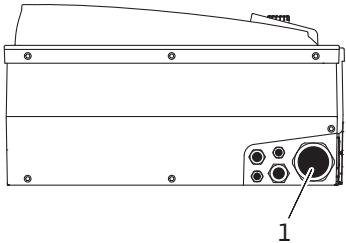

Fig. 23: Kabelförskruvning M25/M40
- Nätkabeln ska föras in genom kabelskruvförbandet M25/M40 (fig. 23, pos. 1).